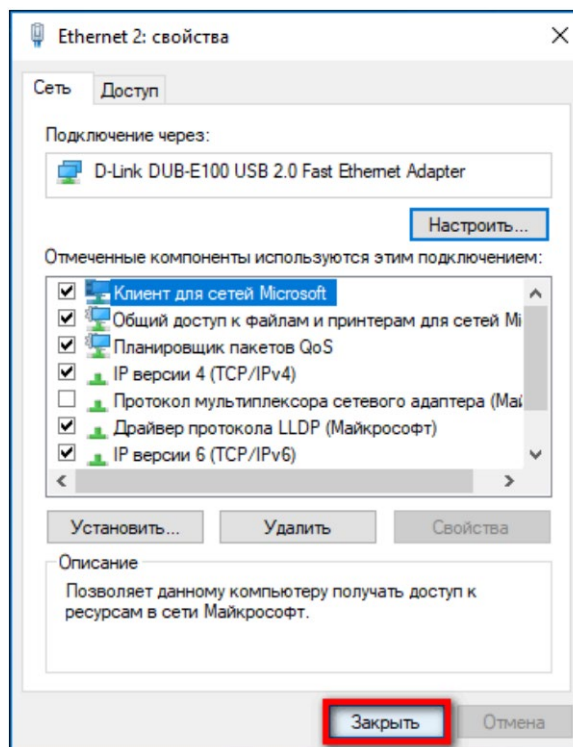

Рис. 3.6 Закреть окно со свойствами Ethernet-подключения
4.9. Нажмите **Закреть** в окне свойств Ethernet-подключения (рис. 3.6).